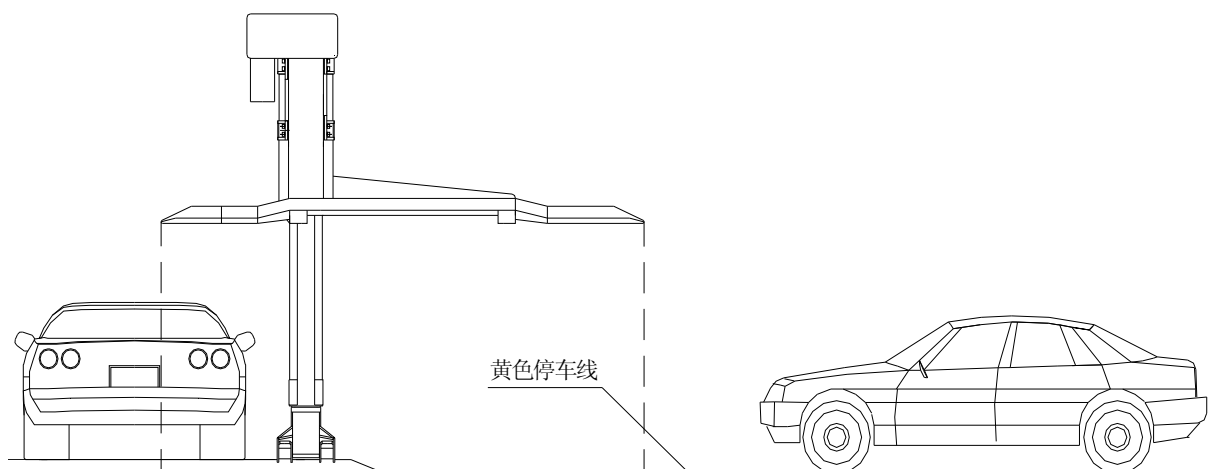

图 1.2
1. 准备停泊在停车位上层的车，先行驶到该停车位停车线之前（图 1.2），否则停车超前台板下降时会压到车头；